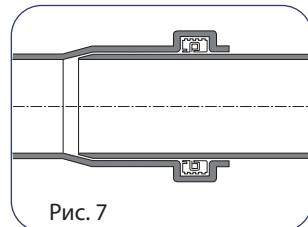

Рис. 7
- д) Труба вводится до отказа в растроб, а затем выдвигается назад на 1 см. Благодаря этому создается зазор для компенсации температурного удлинения трубы (рис. 7, 8);